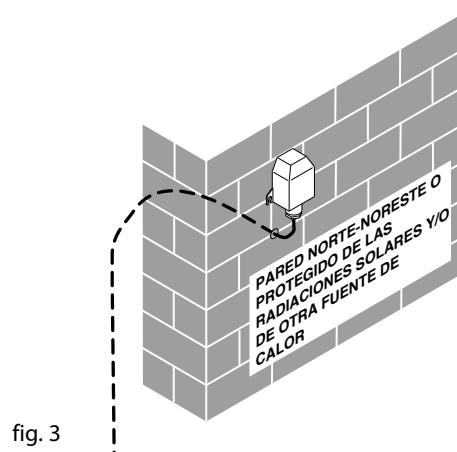

fig. 3
- Ponga el grupo sonda en la pared verticalmente (vea la fig. 3).